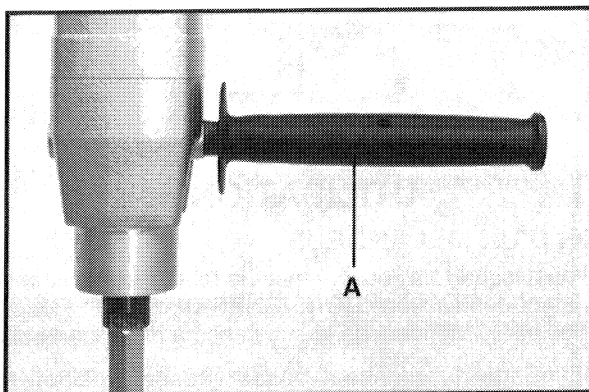

Fig. 3
Une poignée auxiliaire (A) Fig. 3 est fournie avec votre outil et peut être installée sur un des deux côtés de l'outil. Cette poignée **DOIT TOUJOURS ÊTRE UTILISÉE** afin de vous permettre de contrôler parfaitement l'outil.